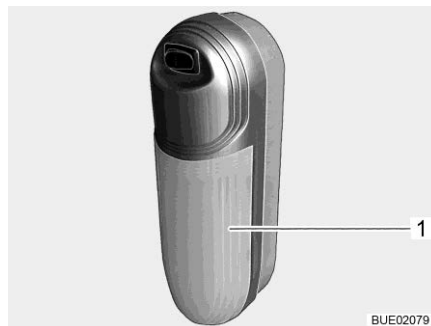

Fig. 297 Luminaire apparent
- Tirer légèrement sur le couvercle transparent (Fig. 297,1) de l'interrupteur et le retirer.